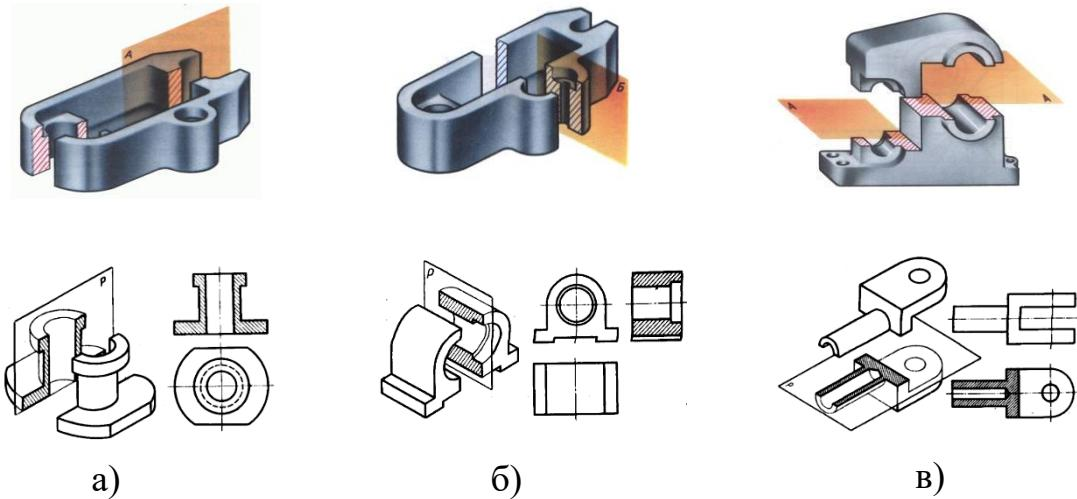

Рисунок 3.4 - Простые разрезы
– горизонтальные - секущая плоскость параллельна горизонтальной плоскости проекций (рисунок 3.4, в);
– вертикальные - секущая плоскость параллельна фронтальной либо профильной плоскости проекций (рисунок 3.4, а; 3.4, б);